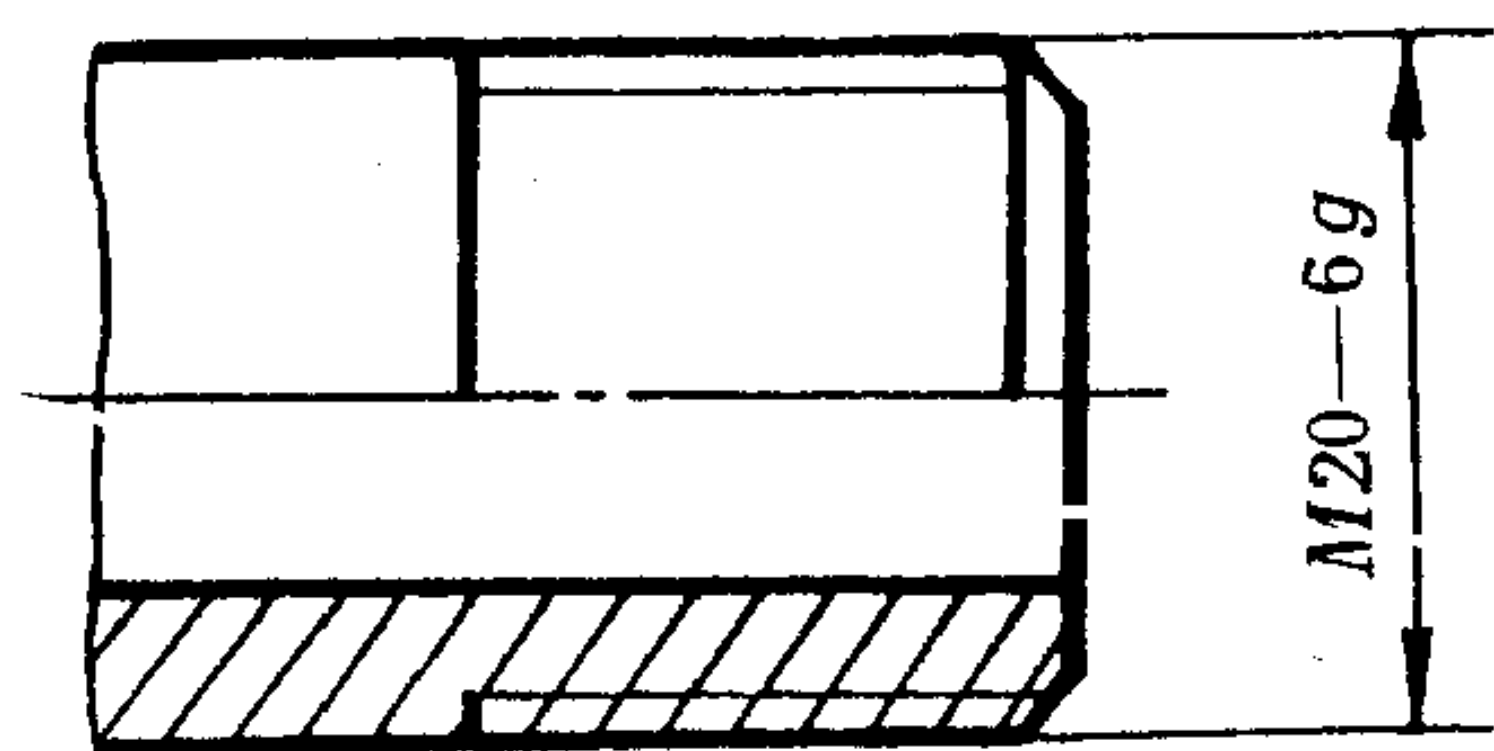
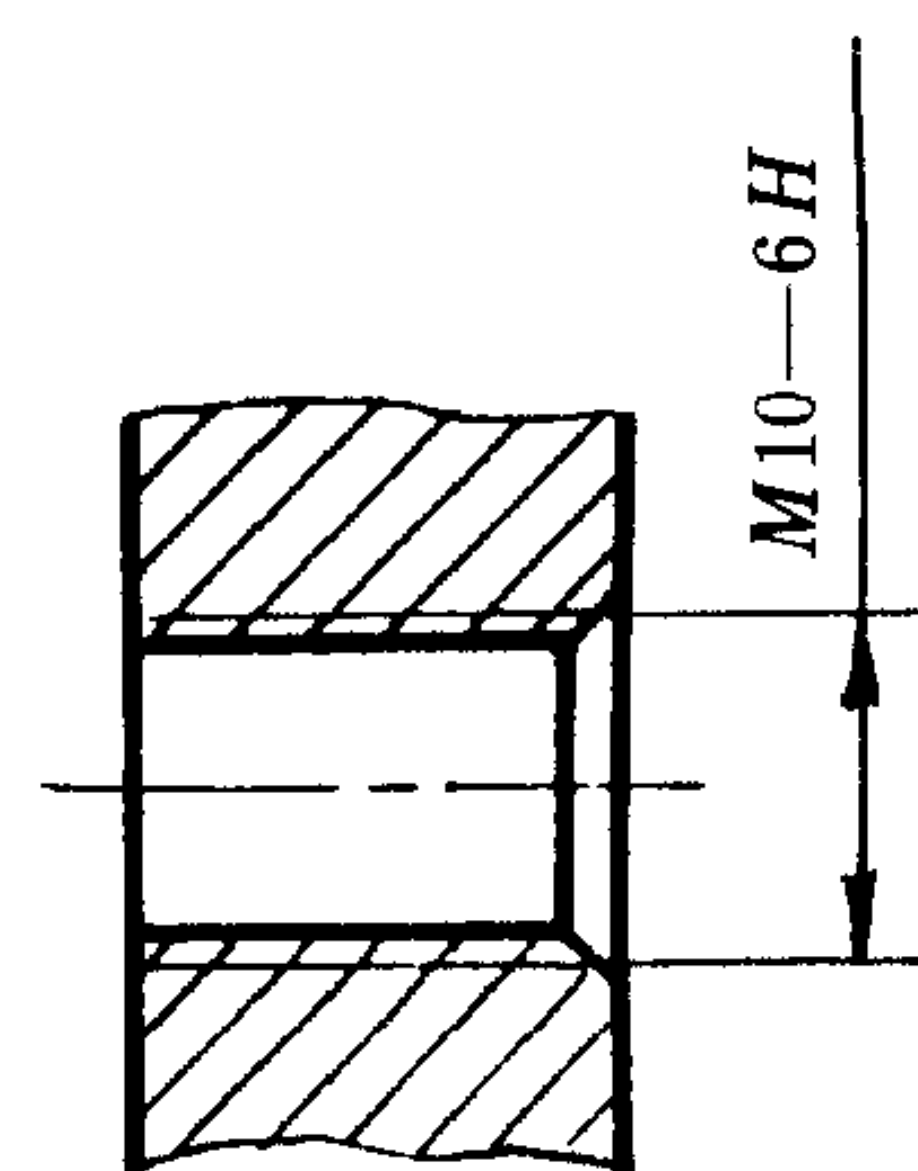

图 14
图 15
4.2 公称直径以 **mm** 为单位的螺纹,其标记应直接注在大径的尺寸线上(图 14)或其引出线上(图 15~17)。